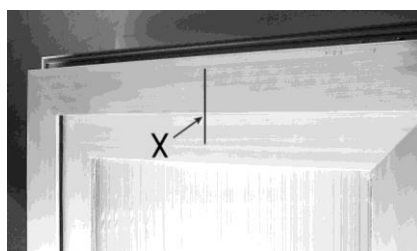

Рисунок 7
- P. Нанесите карандашом центральную точку X на оконную раму (Рис. 7) или разделите ее должным образом при использовании большого количества Syncro.